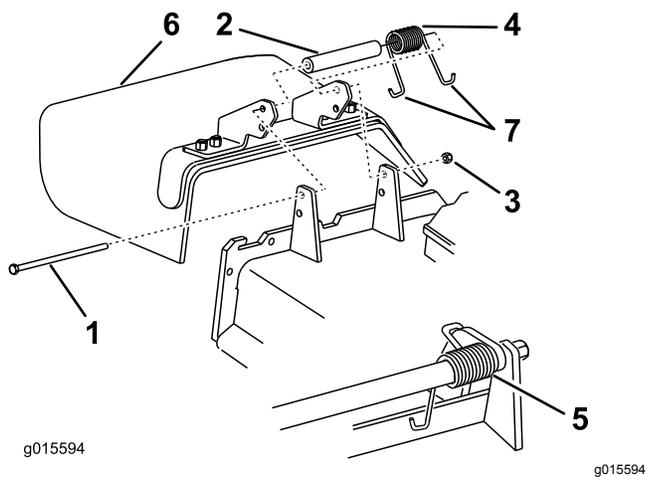

Figure 116
1. Retirez le contre-écrou, le boulon, le ressort et l'entretoise qui fixent le déflecteur aux supports de pivot (Figure 116).
2. Enlevez le déflecteur s'il est endommagé ou usé (Figure 116).
Remarque: Prenez soin de placer 1 extrémité en J du ressort derrière le bord du tablier avant de mettre le boulon en place, comme montré à la Figure 116.
- Accrochez l'extrémité en J du ressort au déflecteur d'herbe (Figure 116).